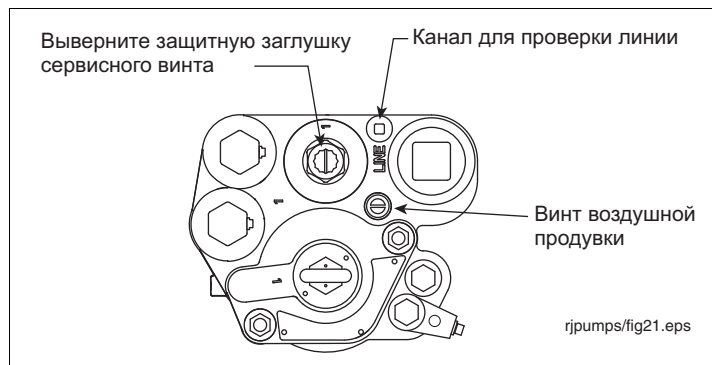

Рис. 24. Местоположения сервисного винта, канала проверки линии и винта воздушной продувки
3. Выверните заглушку канала проверки линии (см. рис. 24). Подайте в канал проверки линии испытательное давление (максимум 50 фунтов на кв. дюйм [345 кПа]).
6. Поверните винт воздушной продувки на 2–3 оборота против часовой стрелки (см. рис. 24).
1. Снимите и отложите защитную заглушку сервисного винта и поверните его по часовой стрелке (см. рис. 24). Когда винт приблизится к нижнему положению, начнется сброс давления из системы (это можно определить на слух). Продолжайте вращать винт до упора.
5. Поверните винт воздушной продувки на 2–3 оборота против часовой стрелки (см. рис. 24).